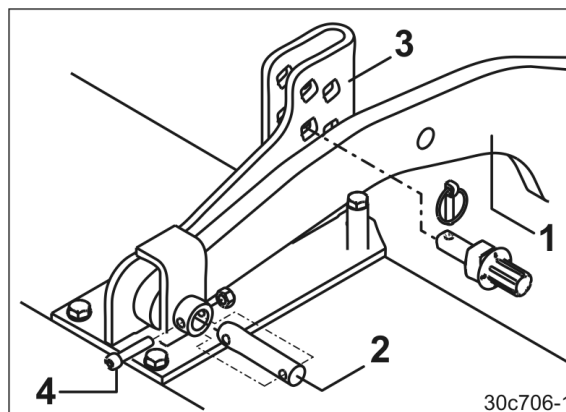

Fig. 30
Valserne skal fastgøres på jordbearbejdningmaskinen med 2 bærearmer (Fig. 30/1).
3. Fastgør valsens bærearmer (Fig. 30/1) ved støttedelen (Fig. 30/3) for jordbearbejdningmaskinen med bolte (Fig. 30/2) og sikr med skrue og møtrik (Fig. 30/4).
2. Løsn skruer med møtrik (Fig. 30/4), træk boltene (Fig. 30/2) ud af bæreamene.